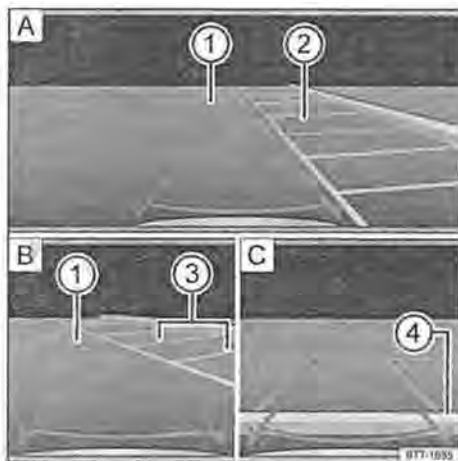

Fig. 83 Sistema infotainment: manovre di parcheggio con la retrocamera
Legenda per → fig. 83:
- Posizionare il veicolo davanti al posto di parcheggio → fig. 83 A ②.
- Procedere lentamente in retromarcia e sterzare, in modo tale che le linee laterali verdi conducano all'interno dello spazio disponibile per il parcheggio. Le linee verdi devono coincidere con quelle laterali di demarcazione dello spazio di parcheggio → fig. 83 B ③.
- Quando la linea orizzontale rossa raggiunge il limite posteriore → fig. 83 C ④, si deve fermare il veicolo.